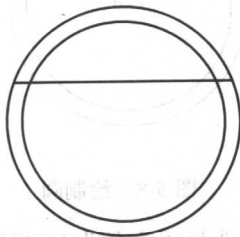

图 5-3 绘制并移动直线
3. 选择“绘图”/“直线”命令,通过大圆的上边象限点,绘制一条直线。再选择“修改”/“移动”命令,将其向下移动150mm,如图5-3所示。